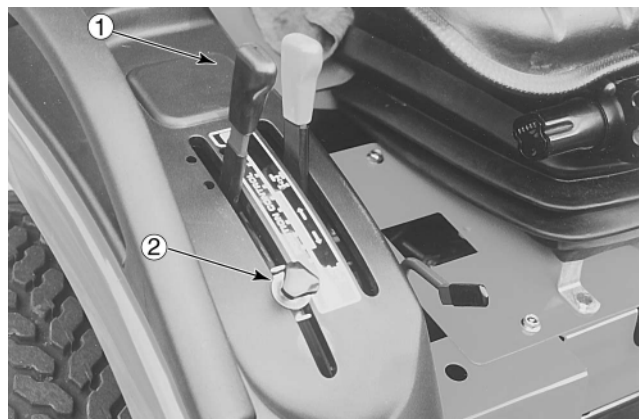

図3-3 作業機昇降装置
作業機昇降レバーは右レバーガイド(図3-3)にあります。レバーは、リフトアームの上下位置を制御します。リフトアームを下げるには、昇降レバー①を前方に倒します。リフトアームを上げるには、レバーを後方に引きます。ストッパ②(図3-3)によってレバー位置を、予め設定しておくことができます。